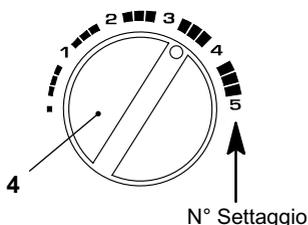

Figura 7.9
Per visualizzare il settaggio impostato tenere premuto il pulsante di ripristino 6 in Figura 7.7 per circa 5 secondi. Le spie di segnalazione 3 in Figura 7.7 lampeggeranno un numero di volte pari al settaggio (Figura 7.9).
- Per cambiare il settaggio ruotare la manopola regolazione temperatura sanitari 4 in Figura 7.7 e posizionarla nella posizione prescelta Figura 7.9 vedi anche Figura 7.10 (nella figura es. manopola settata per posizione 3,5), la lampada di segnalazione blocco 7 in Figura 7.7 lampeggerà velocemente.